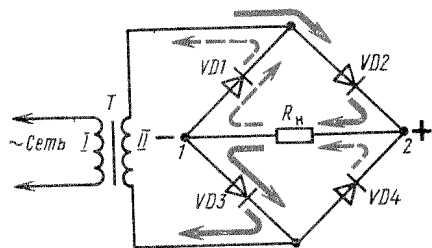

Рис. 173. Двухполупериодный выпрямитель с сетевым трансформатором
Оба этих недостатка устранены в двухполупериодном выпрямителе с трансформатором, схему которого ты видишь на рис. 173. Здесь выпрямляется не напряжение электросети, а напряжение вторичной (II) обмотки трансформатора Т, называемого сетевым. Поскольку эта обмотка изолирована от первичной сетевой обмотки I, радиоконструкция не имеет контакта с сетью и к ней можно подключать заземление.
казанной на рис. 174. Схема его выпрямительного моста аналогична схеме моста выпрямителя по схеме рис. 173. Только там иная полярность диодов и включены они непосредственно в плечи выпрямительного моста, а здесь они заменены изображением диода внутри квадрата, символизирующим выпрямительный мост. Если захочешь проследить весь путь тока, выпрямленного диодами VD1—VD4, впиши их в стороны квадрата.